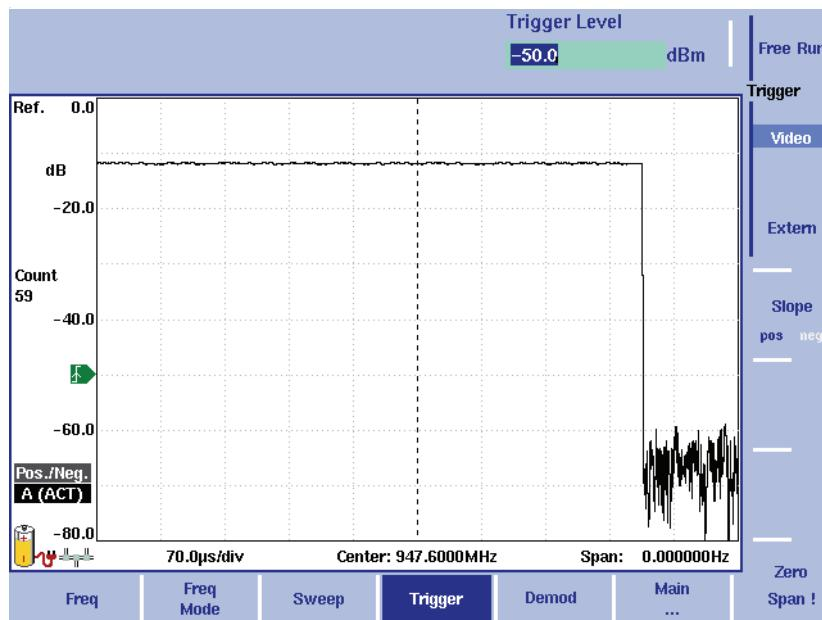

Abb. 17 Ausgelöste Messung (im Zeitbereich)
- 4 Ggf. die Flanke zwischen positiver und negativer Richtung durch Drücken des Softkeys **Slope** ändern. Die aktive Flanke wird auf der Leistungsachse mit folgendem Symbol dargestellt (siehe auch Abbildung 17):